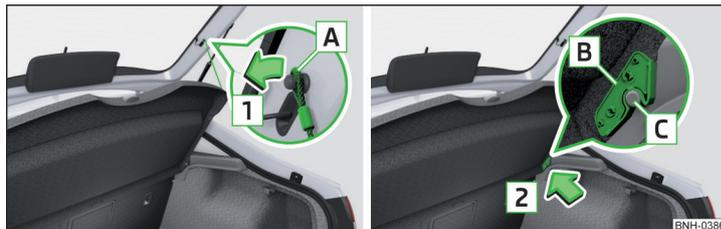

Fig. 90 Retirer la plage arrière du coffre
Si les sangles **A** » fig. 90 sont accrochées au capot du coffre à bagages, la plage arrière du coffre (ci-après uniquement plage arrière) s'ouvre en même temps que le capot.
- Débranchez les sangles **A** des deux côtés du capot du coffre à bagages dans le sens de la flèche **1** » fig. 90.
- Placez les logements **B** de la plage arrière sur les boulons **C** » fig. 90.